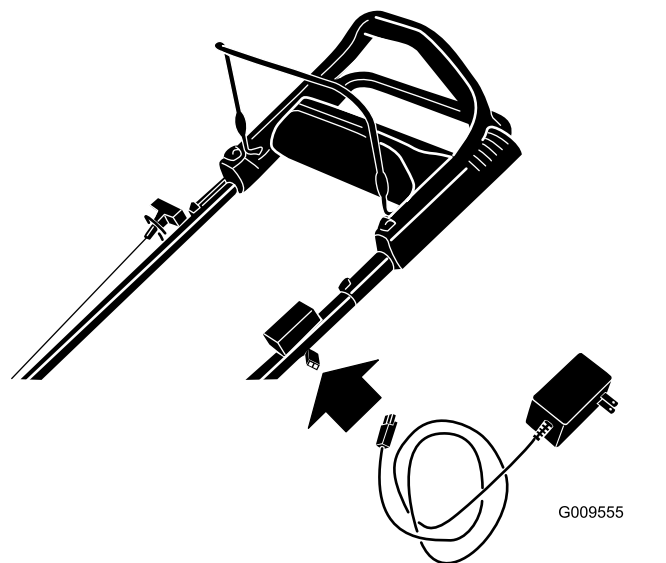

Figura 39
1. Collegate il caricabatterie al cablaggio preassemblato del tosaerba, sotto la chiave di accensione (**Figura 39**).